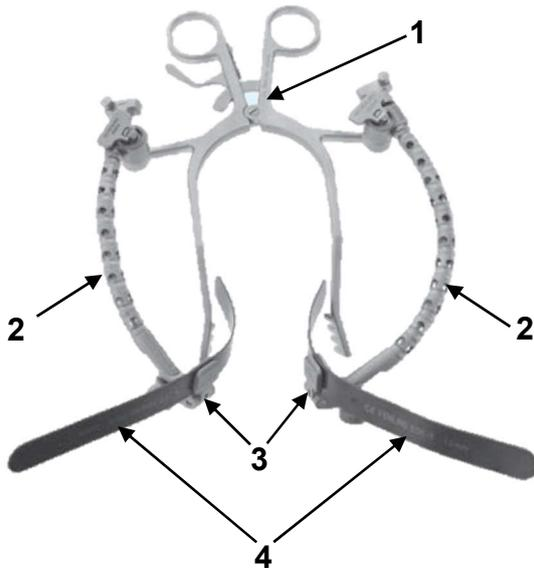

Abb. 1: Konfigurationsbeispiel für den CONCEPT CEREBELLUM Spreizer mit den Spannarmen, Spatelhaltern und den Spateln
Abbildung 1 zeigt ein Konfigurationsbeispiel für den CONCEPT CEREBELLUM Spreizer (1) mit den Spannarmen (2) und den Spateln (4). In Tabelle 1 sind die entsprechenden Komponenten aufgelistet.